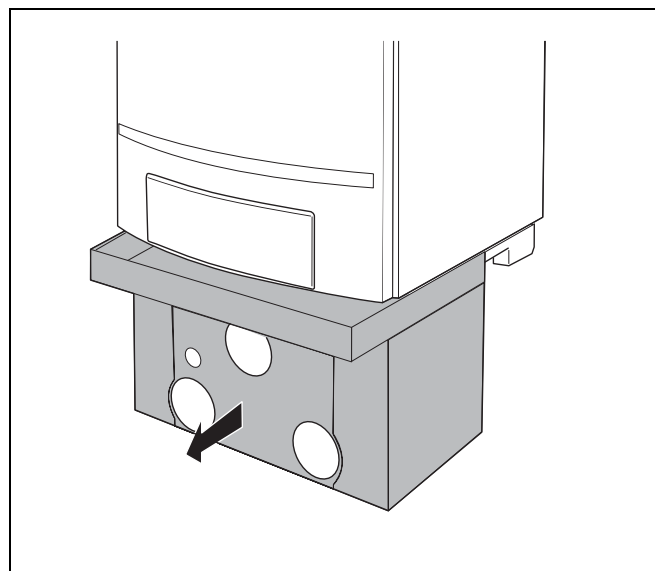

Fig. 8 Scoateți carcasa din partea inferioară.
- Scoateți carcasa din partea inferioară a grupului de racord (Fig. 8).